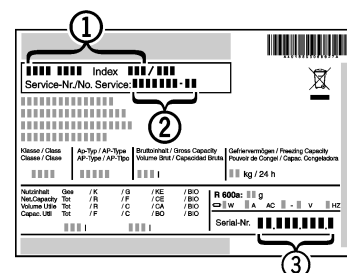

Fig. 8
- Relever la désignation de l'appareil Fig. 8 (1), le n° de service Fig. 8 (2) et le n° de série Fig. 8 (3) sur la plaquette signalétique. Cette plaquette se trouve sur la paroi intérieure gauche de l'appareil.
- Informer le S.A.V. et lui communiquer la panne, la désignation de l'appareil *Fig. 8 (1)*, le n° de service *Fig. 8 (2)* et le n° de série *Fig. 8 (3)*.